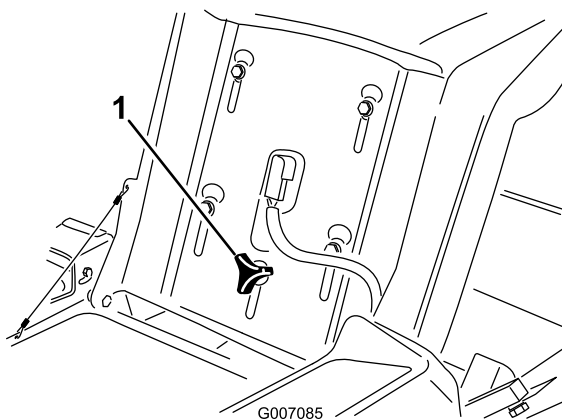

Figure 18
1. Soulevez le siège et desserrez le bouton de réglage jusqu'à ce que vous puissiez déplacer le siège (Figure 18).